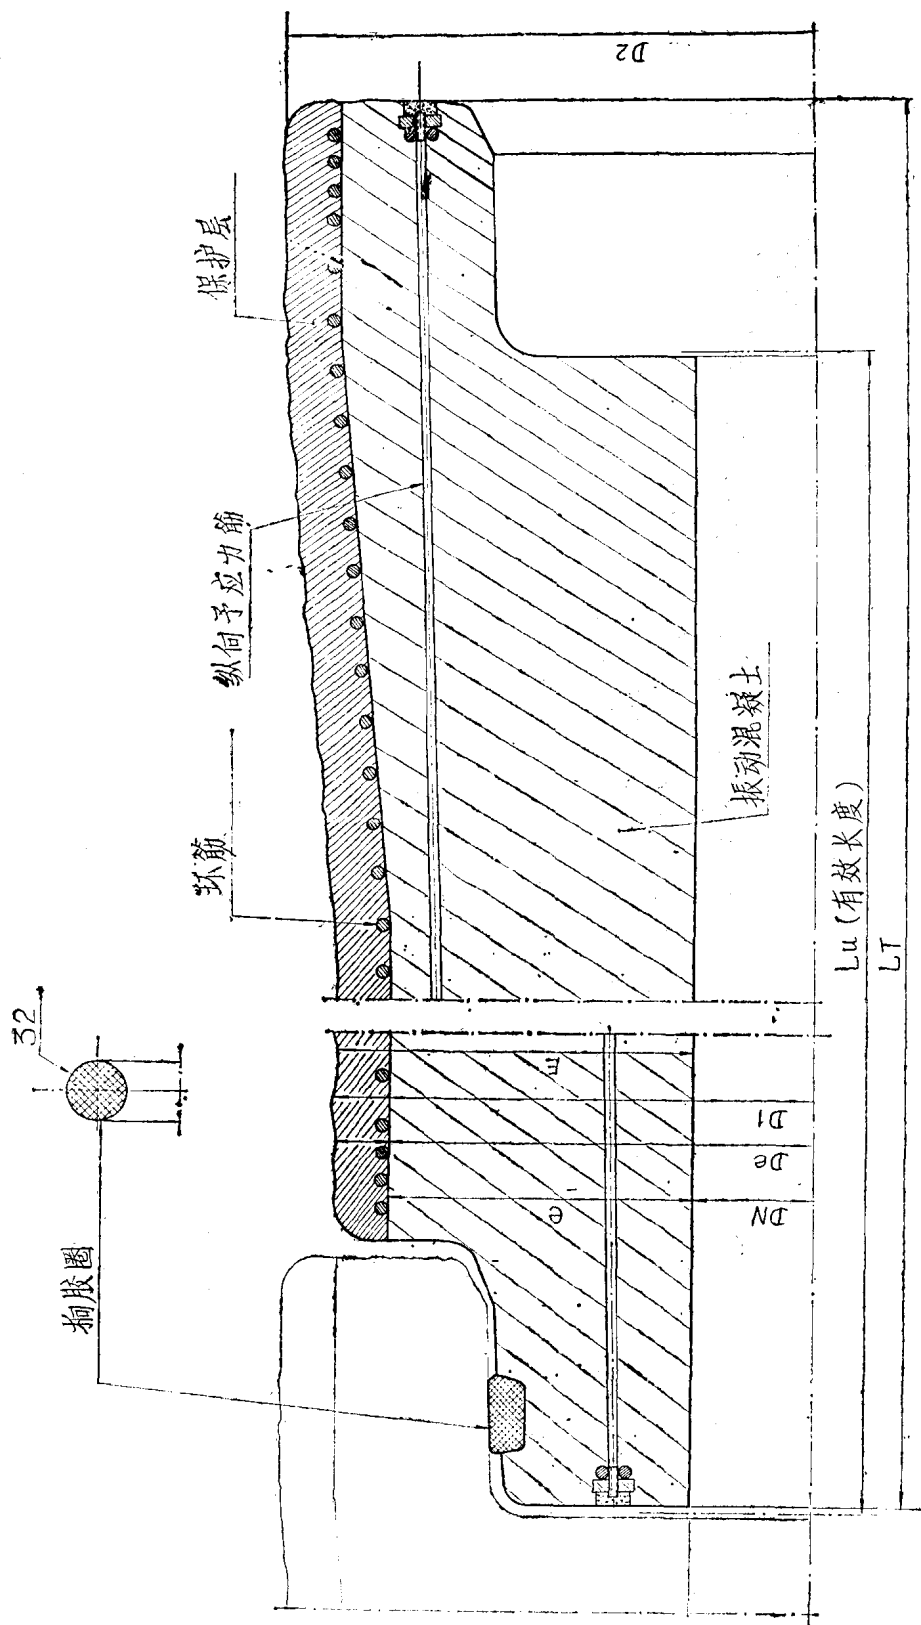

图 1-2
(2) 邦纳公司生产的索柯曼管的产品——又称不带钢筒的预应力混凝土管
①规格: 产品结构见图1-2、图1-3, 尺寸详见表1-2、1-3、1-4。